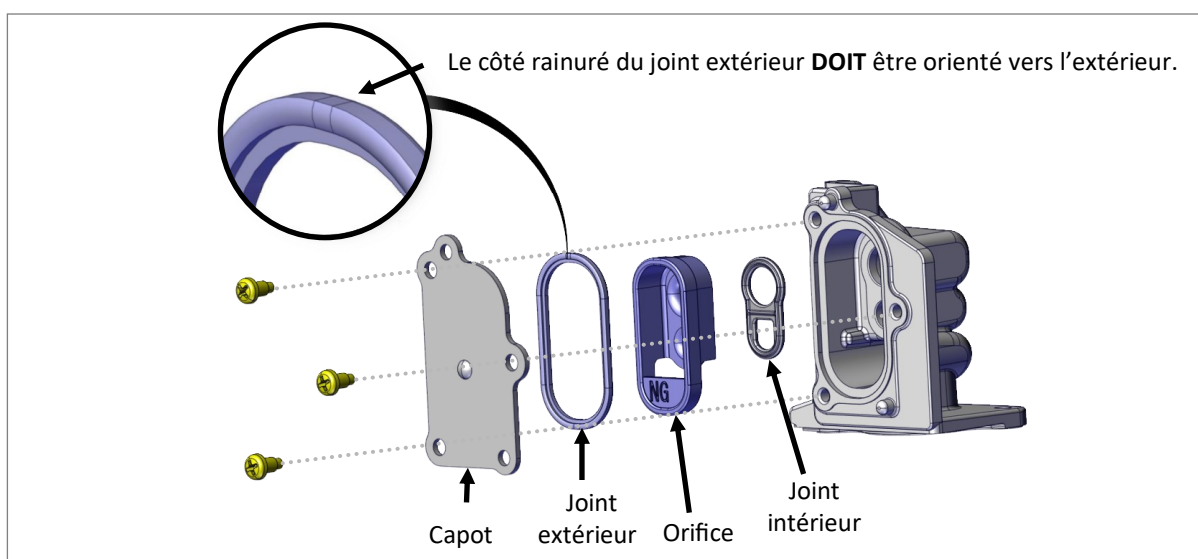

Figure 102
8. Retirer l'orifice en plastique du boîtier (figure 102).
9. Installer les joints intérieur et extérieur neufs sur le nouvel orifice (figure 102).
10. Installer le nouvel orifice BLANC dans le boîtier (vérifier le type de gaz indiqué sur l'orifice) REMARQUE: L'orifice BLANC est réservé aux installations qui utilisent du gaz naturel (GN). Un nouvel orifice n'est pas nécessaire pour les installations au gaz propane (GPL).
11. Vérifier que le joint est correctement en place (le côté rainuré du joint doit être orienté vers l'extérieur) (figure 102).